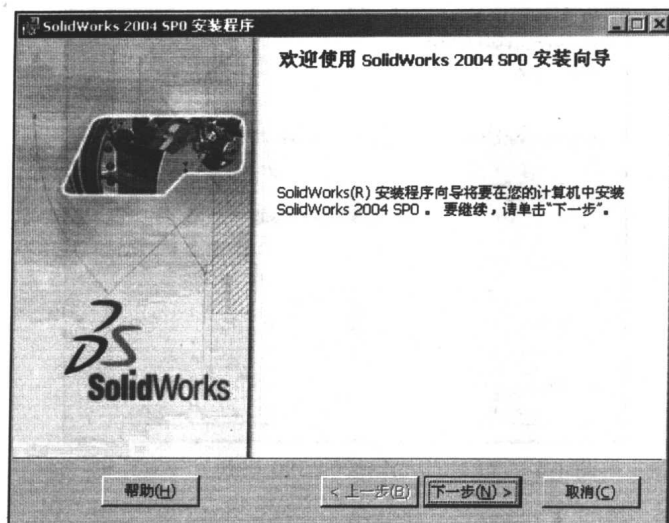

图 1-2 SolidWorks 2004 SP0 安装向导
(2) 单击“安装”按钮后, 安装程序进入“SolidWorks 2004 SP0 安装向导”对话框, 如图 1-2 所示。该安装向导将引导用户完成 SolidWorks 2004 SP0 的安装。如果已经安装了 SolidWorks 2004 SP0, 程序将引导用户对其进行修改、修复或删除。单击“下一步”按钮继续进行安装。